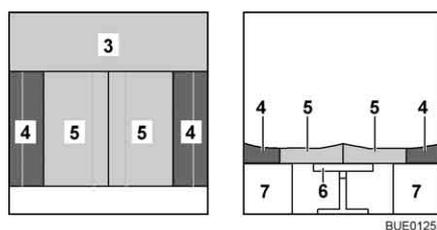

Fig. 94 Dopo la trasformazione
- Collocare i cuscini dello schienale (Fig. 94,4) sulla parete esterna. Rispettare la forma cuneiforme.
- Premere entrambi i cuscini del divano (Fig. 94,5) fra i cuscini dello schienale. Rispettare la forma cuneiforme.